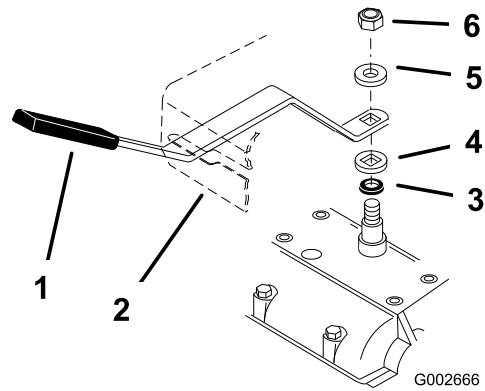

Figura 7
3. Ponga la palanca en punto muerto y verifique la alineación de la palanca en la ranura de la chapa de la palanca de cambios. Debe haber la misma holgura en ambos lados de la palanca (Figura 7).